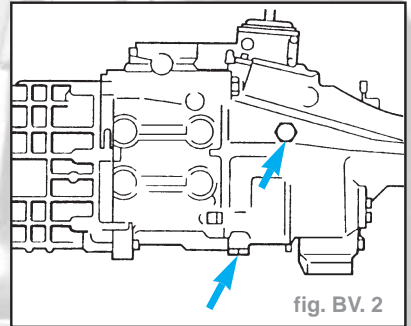

fig. BV. 2
- Déposer le bouchon de vidange situé au fond du carter intermédiaire (fig. BV. 2).